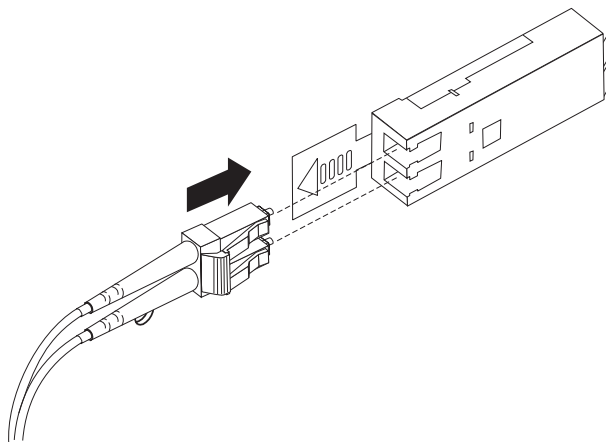

Figura 32. Inserindo um cabo Fibre Channel LC-LC em um módulo SFP
4. Insira com cuidado essa extremidade do cabo LC-LC em um módulo SFP instalado no DS5020. O conector do cabo possui um guia mecânico para ser inserido corretamente no módulo SFP. Segurando o conector, empurre o cabo até que ele se encaixe na posição, conforme mostrado na Figura 32 na página 60.